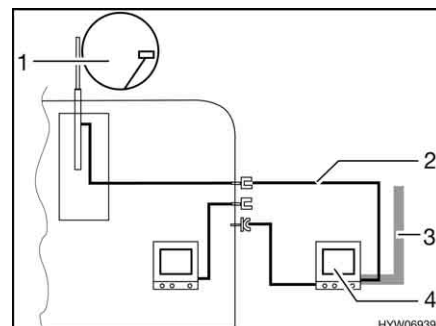

Fig. 90 TV nella tenda veranda
- TV nella tenda veranda (Fig. 90,4): Collegamento all'antenna del tetto (Fig. 90,1) con cavo di collegamento (Fig. 90,2)
- TV nella tenda veranda (Fig. 90,4): Collegamento a antenna esterna (Fig. 90,3)